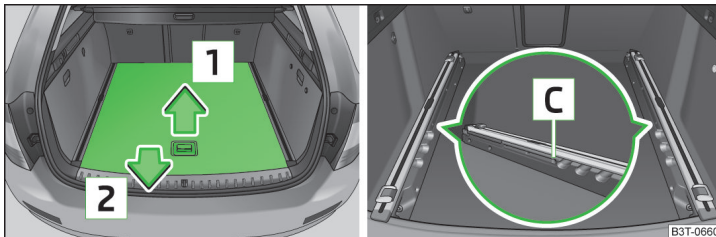

Abb. 112 Gepäckraum: variablen Ladeboden teilweise herausziehen
- Den hinteren Teil des variablen Ladebodens am Griff fassen und in Pfeilrichtung **1** » Abb. 112 leicht anheben.
- Den hinteren Teil des Ladebodens am Griff fassen und in Pfeilrichtung **1** » Abb. 112 auf Seite 107 anheben.